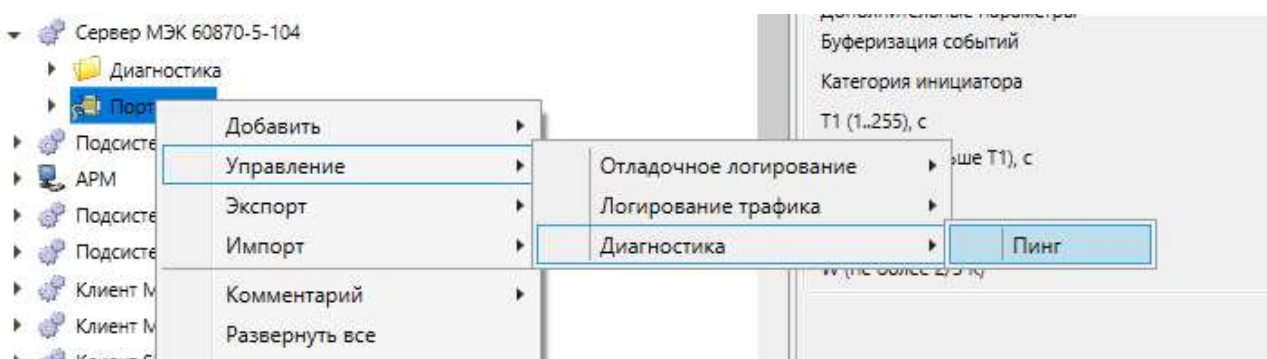

Рисунок 314 – Проверка доступности сервера смежных систем
– к локальным IP-адресам серверов. Обеспечивается проверка возможности прослушивания компонентами подсистемы передачи данных IP-адресов сервера на входящие подключения от смежных систем. Диагностика выполняется в контекстном меню узлов **Порт связи** командой «Управление» → «Диагностика» → «Пинг» (рисунок 314).